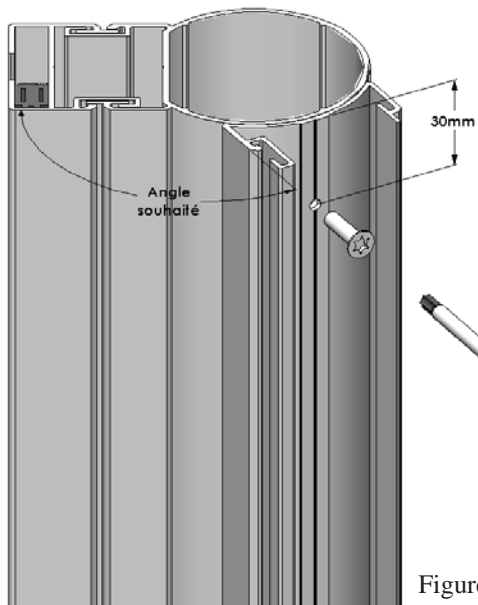

Figure 9
- Positionner le poteau arrondi en appui contre le poteau d'angle et visser les x3 vis tête de 3.9x19, en répartissant les vis sur la hauteur du poteau et en plaçant la 1ère et la 3ème vis à ≈ 30mm des extrémités du poteau (figure 9).